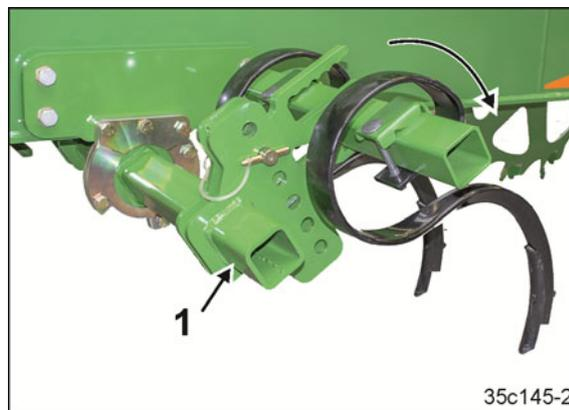

Рис. 212
1. Приведение рыхлителей колеи трактора в рабочее положение (Рис. 212/1):
1. Переместите тракторные следорыхлители в транспортировочное положение (Рис. 212/1):